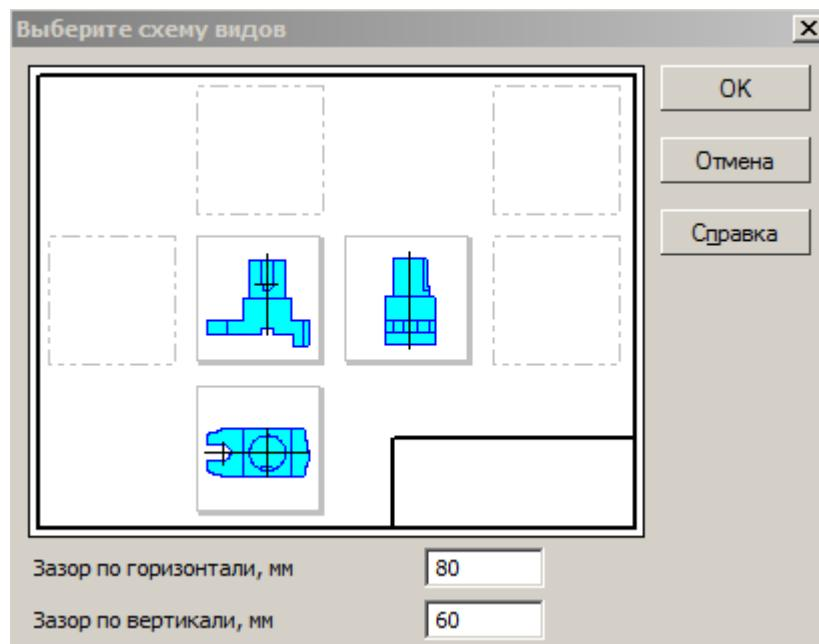

Рис. 113
- из **Панели свойств** вызовите диалоговое окно **Схема видов** и задайте **Зазор по горизонтали – 80**, **Зазор по вертикали – 60** (рис. 113);